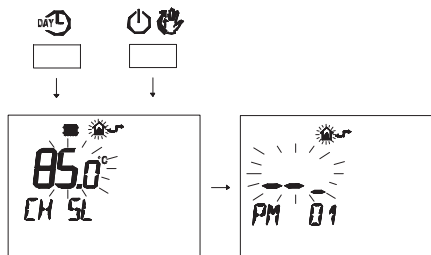

Figura 5.55
- Premere contemporaneamente i pulsanti **DAY** e **ON/OFF** per entrare nella programmazione trasparente (Figura 5.55).